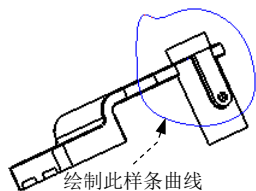

图 11.2.19 绘制剖视图的边界线
② 在系统在当前视图上草绘样条来定义外部边界。的提示下，直接绘制图 11.2.19 所示的样条曲线来定义部分视图的边界，然后单击应用按钮。